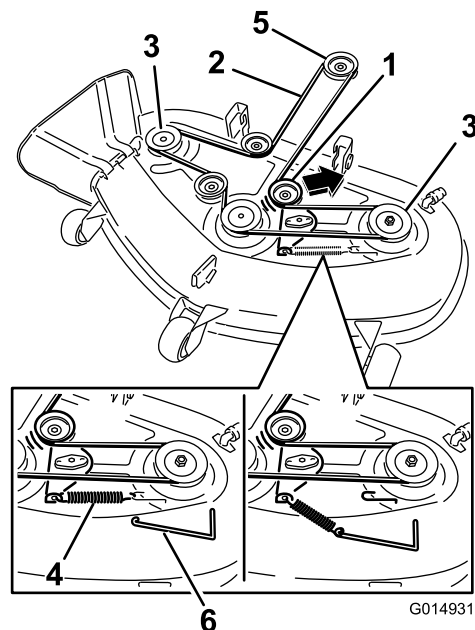

Figure 66
5. À l'aide d'un outil de dépose de ressort (réf. Toro 92-5771), décrochez le ressort du crochet sur le tablier pour détendre la poulie de tension et déchaussez la courroie des poulies (Figure 66).
6. Acheminez la courroie neuve autour de la poulie du moteur et des poulies du tablier de coupe (Figure 66).
7. À l'aide d'un outil de dépose de ressort, accrochez le ressort au crochet situé sur le tablier pour tendre la poulie de tension et la courroie du tablier de coupe (Figure 66).